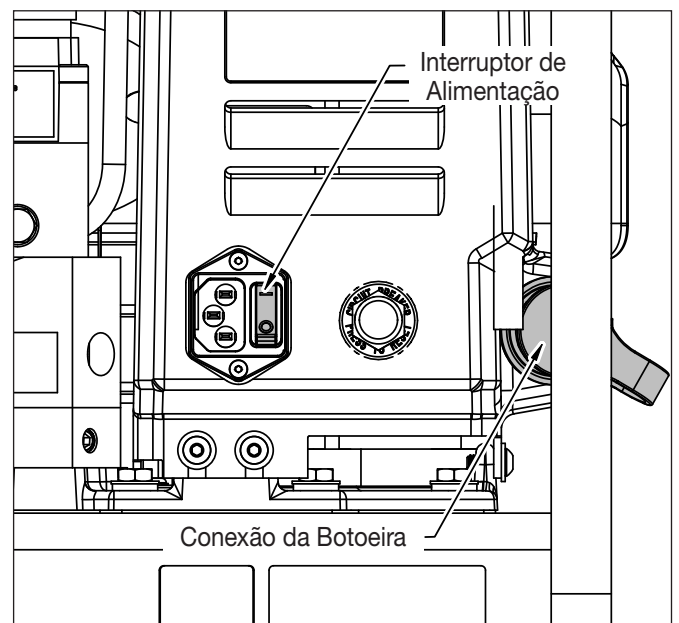

Figura 2: Cabo de Alimentação e Conexão da Botoeira
2. Instale o cabo de alimentação adequado na tomada mostrada na Figura 2.
3. Remova a tampa guarda pó do conector na frente da bomba e conecte o cabo da botoeira. Veja a Figura 2.
4. Certifique-se de que o interruptor da bomba esteja na posição "DESLIGADO" (O). Veja a Figura 2.